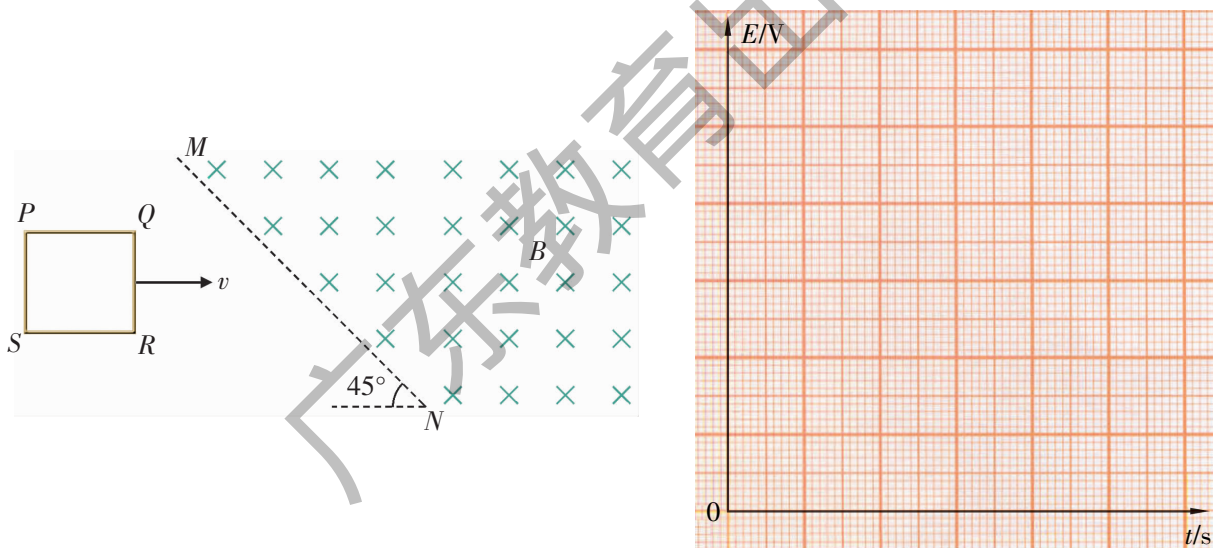

图 1-13
13. 如图 1-13 所示,  $PQRS$  为一边长为  $L$ 、电阻为  $R$  的正方形导线框, 它以恒定速度  $v$  向右运动, 右边是以  $MN$  为边界的匀强磁场  $B$ , 磁场方向垂直于线框平面, 边界  $MN$  与导线框的边成  $45^\circ$  角.